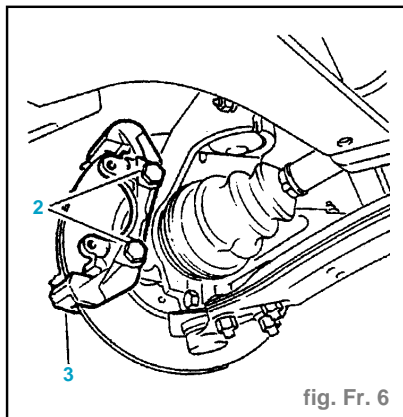

fig. Fr. 6
- Déposer (fig. Fr. 6) :
- les vis (2),
- le support (3).